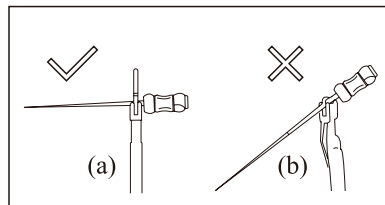

Imagen 22
d) Consulte la [Imagen 22 (a)] para sujetar la lima de aguja. Si como [Imagen 22 (b)], no puede medir correctamente la longitud del conducto radicular debido a la fuerza inadecuada, y la parte delantera del pasador del conducto radicular es fácil de desgastar.